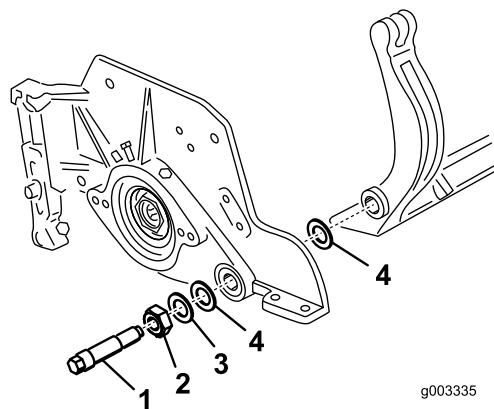

図 30
ベッドバーの両端にナイロンワッシャー2個とスチールワッシャー1個を配置する (図 30)。
3. サイドプレートのボスの両側にナイロンワッシャーを入れる。その外側からスチール製ワッシャーを取り付ける図 30。